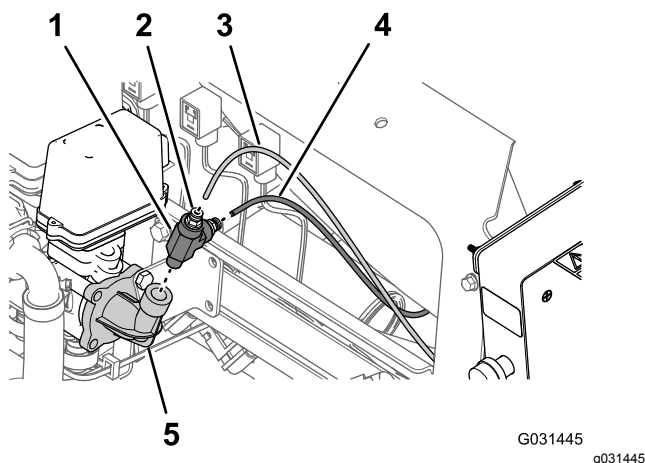

Bild 17
- Drücken Sie am 90°-Krümmer an der rechten Seite des Druckregelventils für die Schlauchtrommel den arretierenden Stelling für die Schlauchkupplung hinein und entfernen Sie den Druckmessschlauch für das Druckmanometer der Schlauchtrommel (**Bild 17**).
- Drücken Sie den arretierenden Stelling für die Schlauchkupplung hinein und entfernen Sie den Druckmessschlauch für das Druckmanometer im Armaturenbrett der Maschine (**Bild 17**).
- Nehmen Sie das T-Anschlussstück vom 90°-Krümmer für das Druckregelventil ab (**Bild 17**).